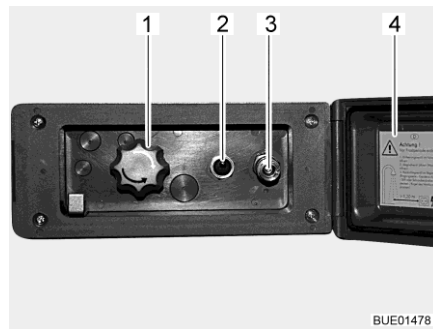

Bild 98 Duschanslutning utsida
- Lås upp och öppna locket (Bild 98,4).
- Anslut ytterduschens slang med snabbkopplingen (Bild 98,3).
- Koppla in vattenpumpen med brytaren (Bild 98,2).
- Ställ in vattentemperaturen enligt önskemål med vredet (Bild 98,1).
- Koppla ur vattenpumpen med brytaren (Bild 98,2).
- Stäng locket (Bild 98,4) och lås det med nyckeln.
- Ställ vredet (Bild 98,1) på mittläget.